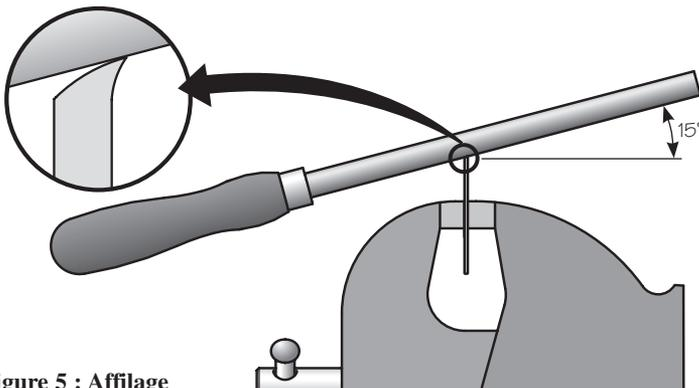

Figure 5 : Affilage
Étape 3 – Affilage : Maintenir fermement la lame dans un étau. Utiliser un affiloir – l’affiloir triple Veritas 05K32.01 convient très bien pour cette tâche – pour former le crochet, comme illustré à la **figure 5**. Appuyer fermement l’affiloir sur la lame et exécuter trois ou quatre passes sur toute sa longueur, en suivant l’angle du biseau. Répéter cette étape, en soulevant légèrement la poignée de l’affiloir. Enfin, terminer cette opération avec l’affiloir incliné à 15° par rapport à l’horizontale, comme illustré à la **figure 5**. Les premières fois, vérifier le résultat obtenu en faisant une visée à l’aide d’un outil fiable tels une fausse équerre ou un rapporteur d’angle professionnel réglé à l’angle désiré.